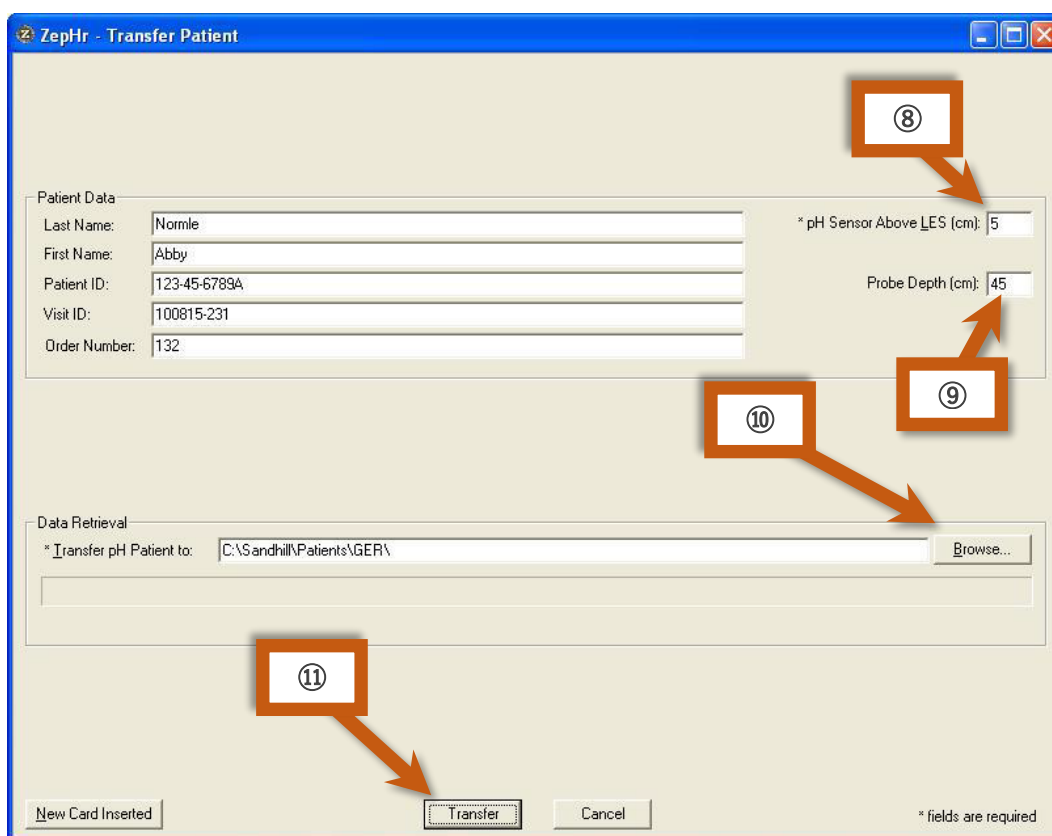

図 49 “Transfer Patient”画面
- ⑦ “Transfer Patient”画面が表示されます (図 49)
- ⑧ LES に近いプローブの pH チャンネルの位置を、“\*pH Sensor Above LES (cm)”に入力します (図 49)。
- ⑨ [オプション] プローブの挿入深さを“Probe Depth (cm)”に入力します。プローブの挿入深さは、プローブを挿入した際に患者の鼻孔に見えるプローブ上のデプスマーキングの数値になります。このデータは解析では使用しないため、オプションです (図 49)。
- ⑩ 患者データを書き込むディレクトリを選択します。“\* Transfer pH Patient to”の”Browse”をクリックして正しいディレクトリを選択します (図 49)。
- ⑪ “Transfer”をクリックし、データを転送します (図 49)。